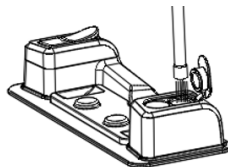

Abb. 6
2. Füllen Sie mit Wasser auf. Es ist möglich, die reine Desinfektion ohne Beimischungen und Aromaessenzen zu benutzen (Abb. 6).